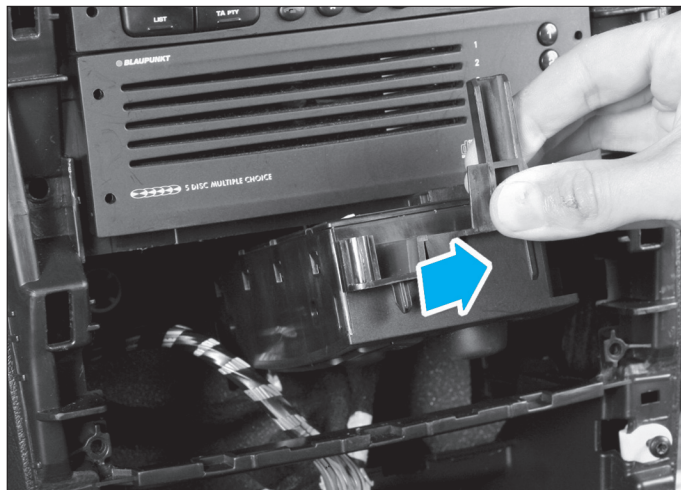

Fig. 41
- Manoeuvrer le panneau pour l'extraire de son logement (Fig.41).